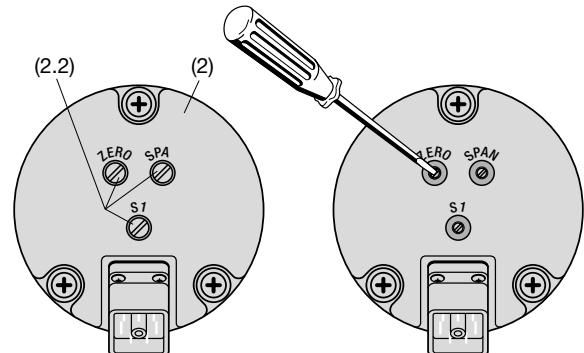
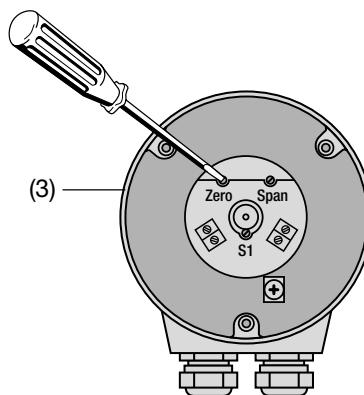

Fig. 9. Partie arrière (2) avec les éléments d'ajustage «ZERO», «SPAN» et «S1».
Fig. 10. Partie arrière (3) avec les éléments d'ajustage «ZERO», «SPAN» et «S1».
- ... avec **connecteur à fiche** enlever les joints à vis ZERO/SPAN (2.2), (Fig. 9, à gauche).
Ensuite tourner à l'aide d'un tournevis horloger (\varnothing 2,3 mm) le potentiomètre «ZERO» (Fig. 9, partie à droite ou Fig. 10) pour obtenir la valeur désirée précise du courant de sortie.
Les convertisseurs angulaires avec une étendue de mesure > 150° comportent pour l'inversion du sens de rotation un commutateur marqué (Fig. 9 et Fig. 10).
- ... avec **connecteur à fiche** enlever le joint à vis S1 (2.2), (Fig. 9, à gauche).